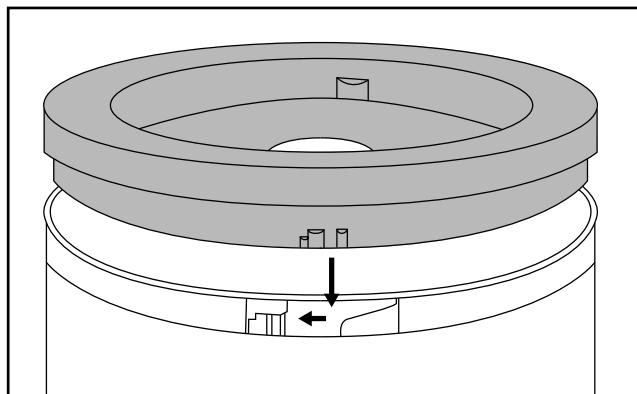

Fig. 1
- 5) Fermez le bol ❸ avec la pièce intermédiaire ❹ :
- Placez-la sur le bol ❸ de sorte que les ergots sur le bord extérieur de la pièce intermédiaire ❹ s'enclenchent dans les rails du bol ❸ (voir figure 1).
- Ensuite, tournez la pièce intermédiaire ❹ de manière à ce que les ergots glissent vers le bas dans les rails et s'y enclenchent.
- Placez-la sur le bol **8** de sorte que les ergots sur le bord extérieur de la pièce intermédiaire **4** s'enclenchent dans les rails du bol **8** (voir figure 1).